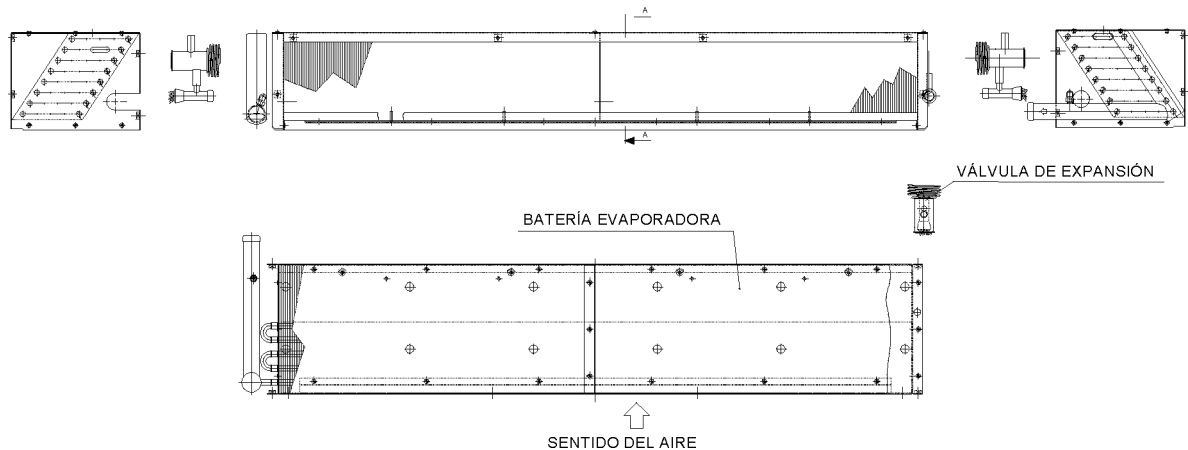

Figura A-11. Batería evaporadora
A.3.2.6 Baterías evaporadoras (Figura A-11)